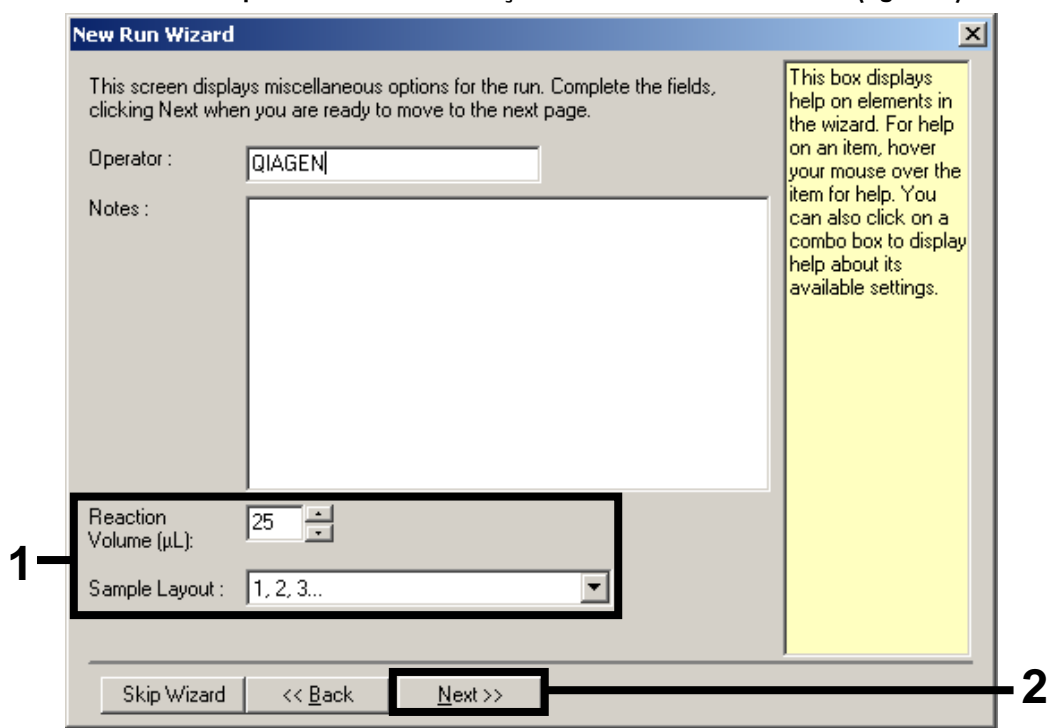

Figura 2. Definição dos parâmetros de ensaio gerais.
6. Seleccionar 25 para o volume de reacção de PCR e clicar em “Next” (figura 2).